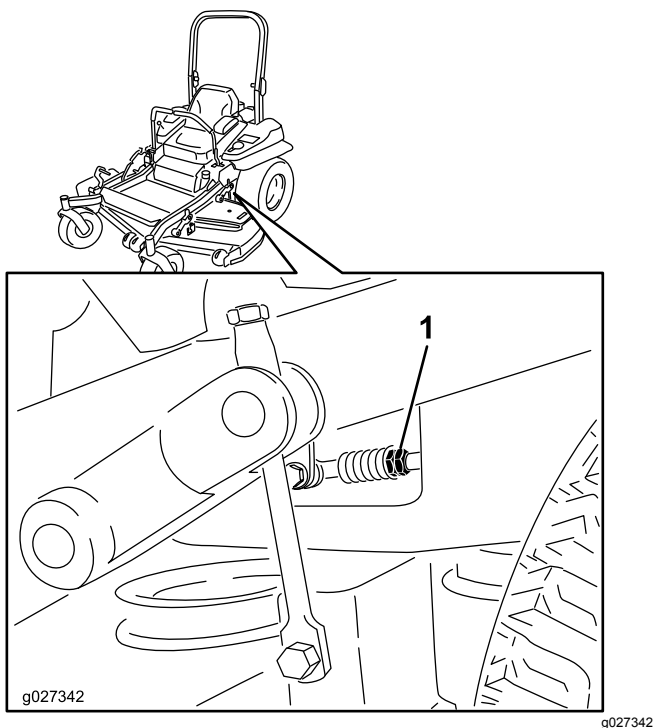

Figure 85
9. Réglez la longueur des tiges de pompes en tournant les doubles écrous dans le sens voulu jusqu'à ce que les roues tournent légèrement en marche arrière (Figure 85).